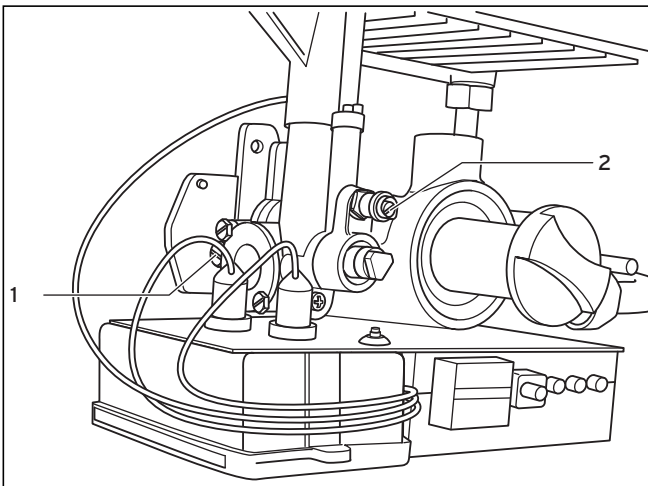

Fig. 6.1 Tobera de medición para la presión de conexión del gas
- Desatornille el tornillo de obturación del tubo de medición de la presión de conexión (1) (véase Fig. 6.1 Tobera de medición para la presión de conexión del gas).